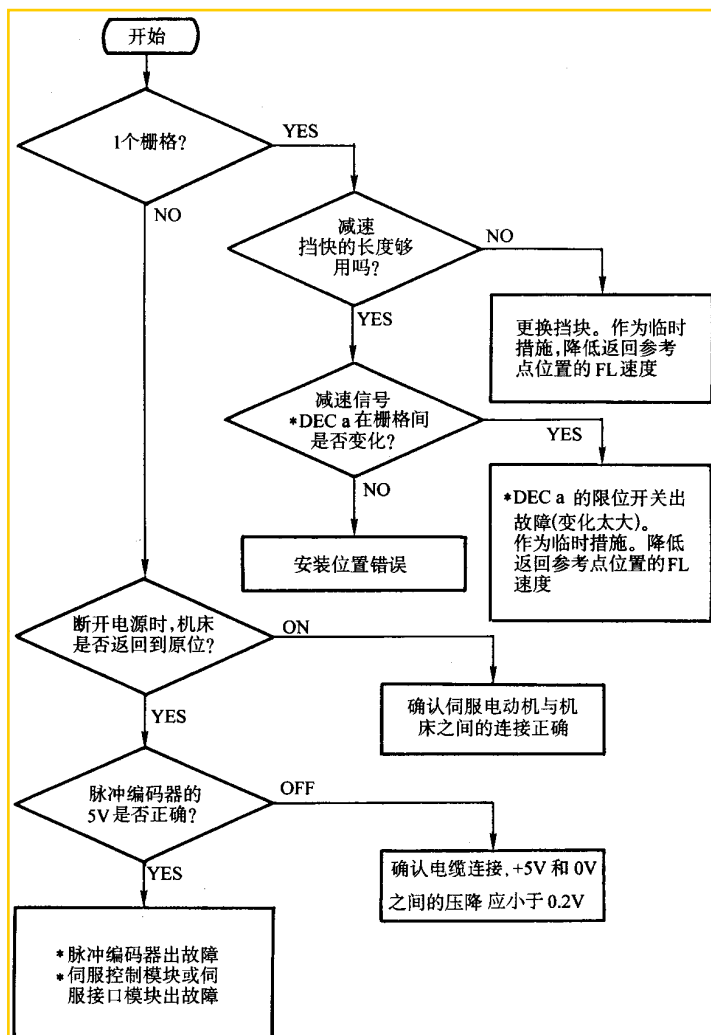

图 2-9 回参考点位置不正确的故障诊断步骤
(2)回参考点位置不正确的故障诊断 回参考点不正确故障是指机床可以执行回参考点动作,但是参考点定位位置出现错误的情况。这时,根据具体情况,可以按图 2-9 的步骤对系统进行检查,诊断回参考点定位位置不正确的原因。